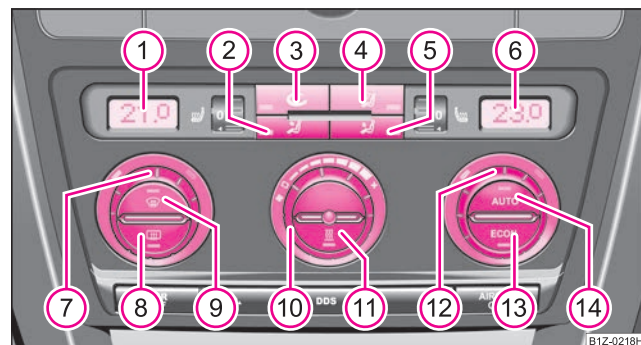

Fig. 122 Climatronic: Elementele de comandă
- Apăsați tasta **AUTO** ⇒ pagina 130, fig. 122.
Apăsați și mențineți apăstate tastele **ECON** și **AUTO** ⇒ pagina 130, fig. 122. Pe display se afișează datele în unitatea dorită de măsură a temperaturii.
- Apăsați tasta **[↻]** ⇒ pagina 130, fig. 122.
Când parbrizul s-a aburit, apăsați tasta   ⇒ pagina 130, fig. 122. După ce parbrizul s-a dezaburit, apăsați tasta . ■
- Rotiți regulatorul (10) → pagina 130, fig. 122 spre stânga (reducerea turației) sau spre dreapta (mărirea turației).